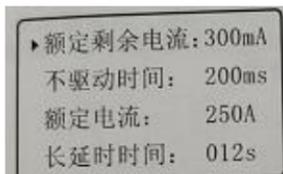

图 7-6
7.3.8 【确认】：参数设置及密码输入状态时做确认功能使用。在轮显或跳闸停显状态时，按下【确认】键，进入密匙校验状态，密匙校验成功后允许进入参数设置。按下【◀】、【▶】键实现光标移动，按【▲】、【▼】键实现改变参数值。按【确认】键保存，并进入下一项设置，按【复位】键放弃设置，并退出设置状态。可设置额定剩余电流，额定极限不驱动时间，额定电流，过载长延时间，用户密码，当前时间等参数。如图 7-6 所示为剩余电流、极限不驱动时间、过载电流、长延时间等参数的设置。